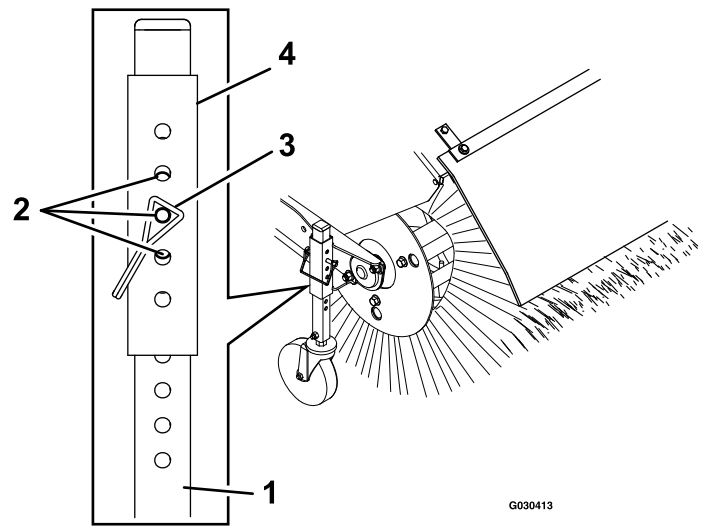

Figura 9
- Para ajustar a altura da vassoura, remova e guarde o pino da manga ajustadora e tubo da roda giratória (Figura 9).
- Para um ajuste mais fino, deslize a manga ajustadora 1 furo para cima ou para baixo no tubo da roda giratória para ajustar a altura da vassoura em incrementos de 3 mm (Figura 9). Repita os passos 3 a 5 para a outra roda giratória.